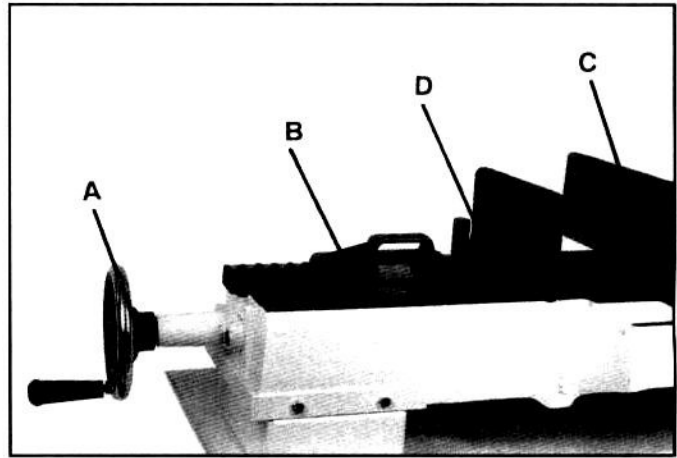

Fig. 10
2. Mueva el bloque de rejilla (B-Fig.10) hasta la ubicación deseada y deslízalo hasta el lecho. Coloque el bloque de rejilla sobre la rejilla.